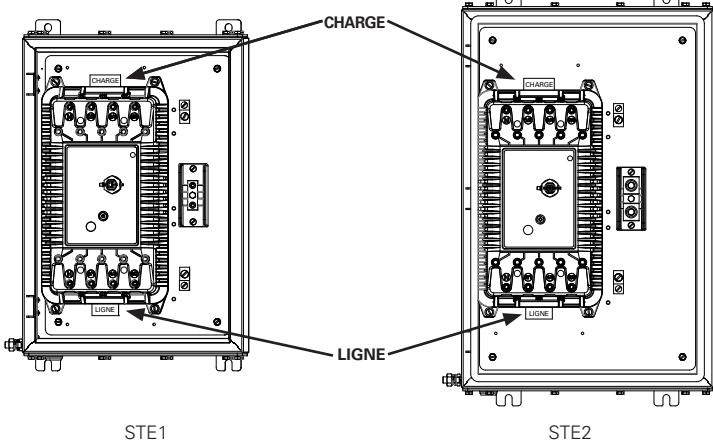

Figure 3 : Disposition interne
8. Brancher l'alimentation principale directement du côté ligne (côté inférieur) du disjoncteur principal. Les fils d'alimentation sortants doivent être raccordés du côté charge (côté supérieur) du disjoncteur principal (se reporter à la figure 3). S'assurer que les bornes sont serrées aux valeurs de couple indiquées dans le tableau des exigences de couple (se reporter à la section « Données techniques »).